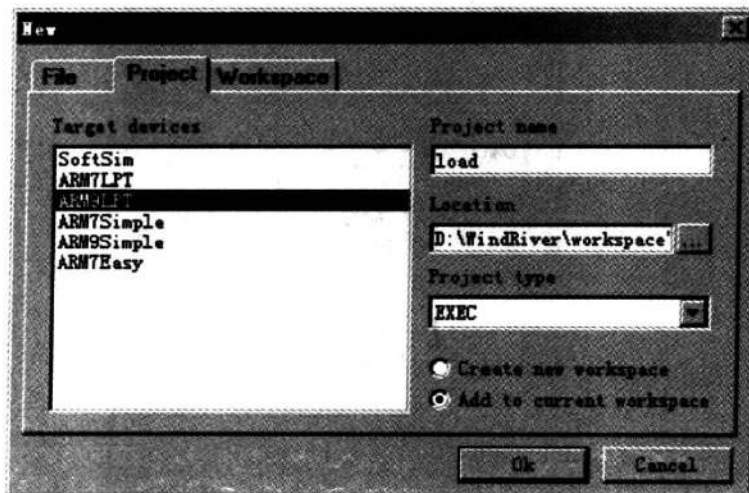

图 4-21 新建工程
① 新建一个空的工程。运行 ADT→File→New,新建一个工程,如图 4-21 所示。